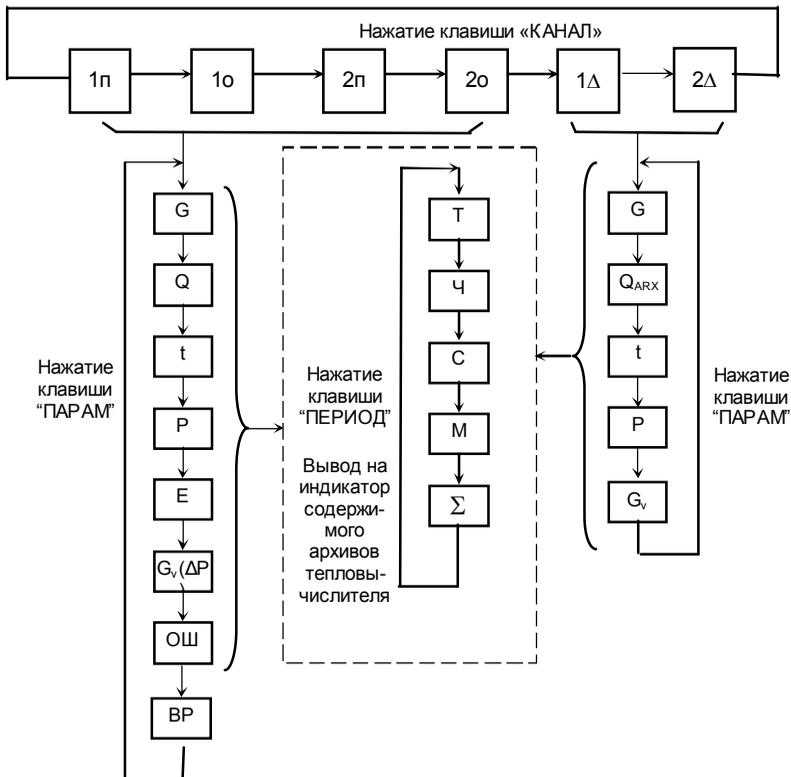

Рис.2.6. Алгоритм работы пульта основного режима работы тепловычислителя
Алгоритм ОСНОВНОГО РЕЖИМА работы тепловычислителя представлен на рис.2.6.
Условные обозначения к рис.2.6:
- Нажимая клавишу "ПАРАМ" («ВВОД») выберите нужный параметр (см. рис.2.6).
- Нажимая клавишу "ПАРАМ." («ВВОД») выберите нужный параметр (см. рис.2.6).